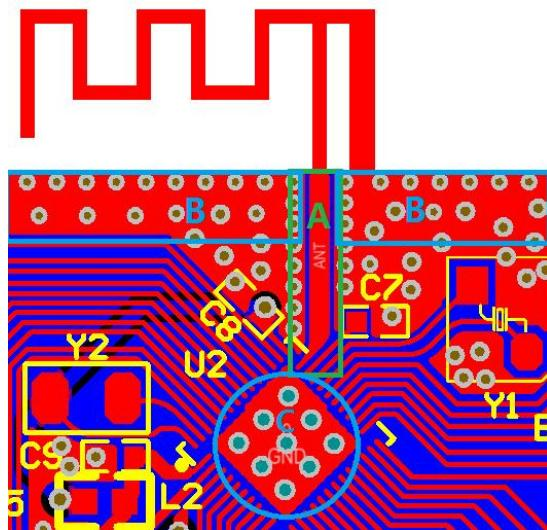

图 2-1 天线画法
- 图 2-1 为我司评估板天线样式，PCB 板厚 1.6mm，天线尺寸详情请联系我司技术提供。